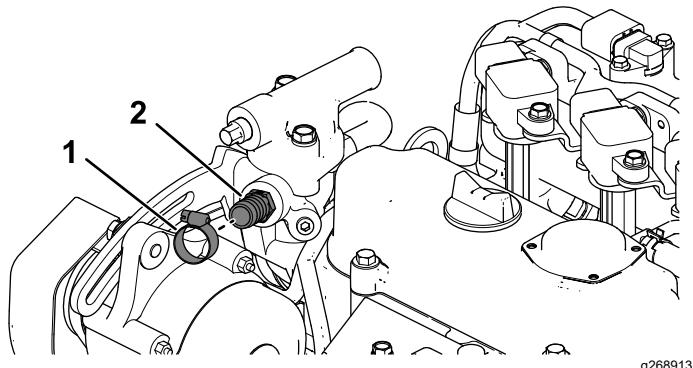

Figure 13
- Installez le raccord droit (5/8") à l'aide d'un collier (Figure 13).